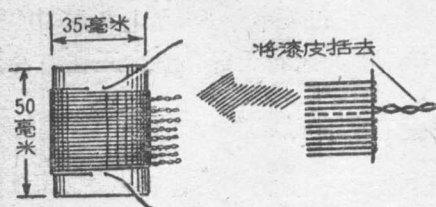

图 24
1. 抽头线圈 线圈管的直径是 35 毫米，长 70 毫米。线圈用直径为 0.45 毫米的漆包线，绕 80 圈。从顶上开始每隔 5 圈抽一个头，一直抽到第 40 圈可不抽头。具体绕制方法可参考图 24。